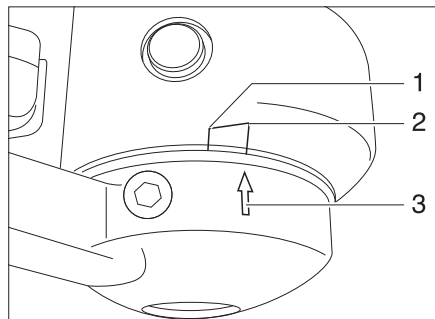

Fig. 169 Contrôle d'usure des garnitures de friction
- Si la flèche se trouvant sur le disque de pression (Fig. 169,3) se trouve devant ou touche la zone témoin (Fig. 169,2), les garnitures de friction sont encore à l'état neuf.
- Si la flèche du disque de pression se trouve dans la zone témoin (Fig. 169,1 à 2), les garnitures de friction sont légèrement usées.
- Si la flèche du disque de pression se trouve à la fin de la zone témoin (Fig. 169,1) ou la dépasse, les garnitures de friction sont usées.